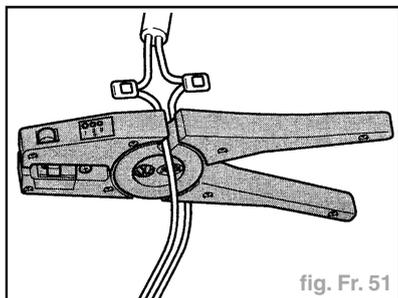

fig. Fr. 51
- Sectionner devant la soudure le câble du capteur de régime avec la pince à dénuder du set de réparation des faisceaux de câbles et enlever le morceau de câble abîmé (fig. Fr. 51).